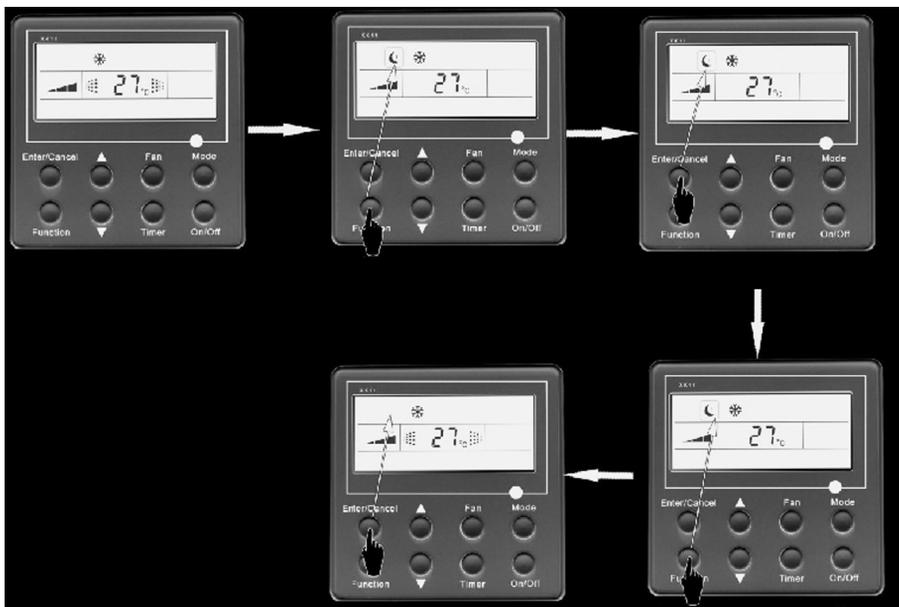

Рис. 5.8
**5.2.5.1** Для установки функции Сон (Sleep) необходимо при включенном в работу кондиционере кнопкой **FUNCTION** выбрать функцию Sleep и нажать кнопку **ENTER/Cancel**. (Рис. 5.8).